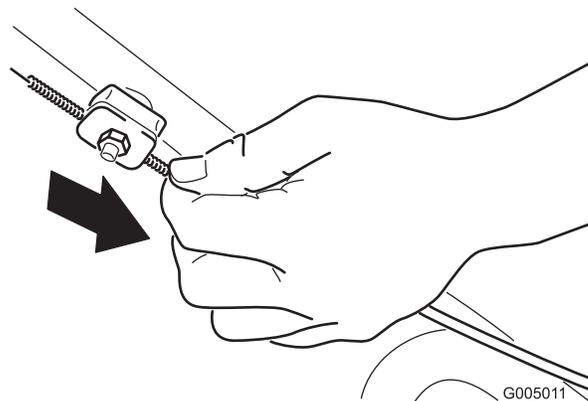

Figura 37
2. Tire hacia abajo de la cubierta del cable (hacia la máquina) hasta eliminar la holgura del cable (Figura 37).